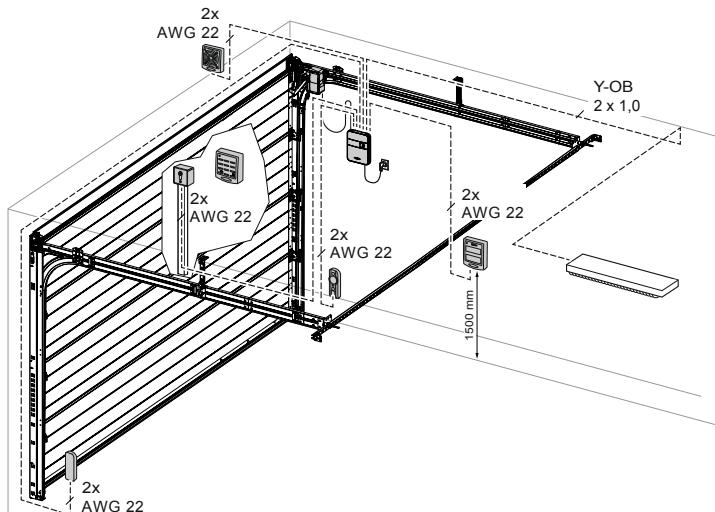

Fig. 5: Installazione esemplificativa accessori
Posizionare la staffa del portone (5) sui fori predisposti della sezione superiore del battente del portone e avvitarla con le tre viti (15) fig. 5).